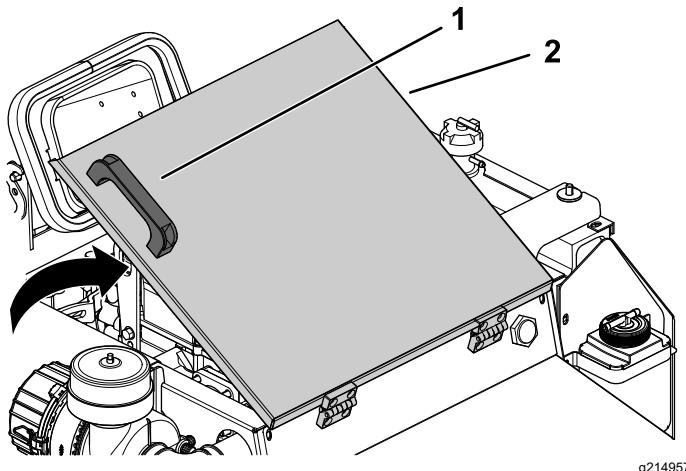

Figura 57
2. Utilizzando la maniglia sul coperchio di accesso al motore, sollevate il coperchio per accedere al motore (Figura 57).